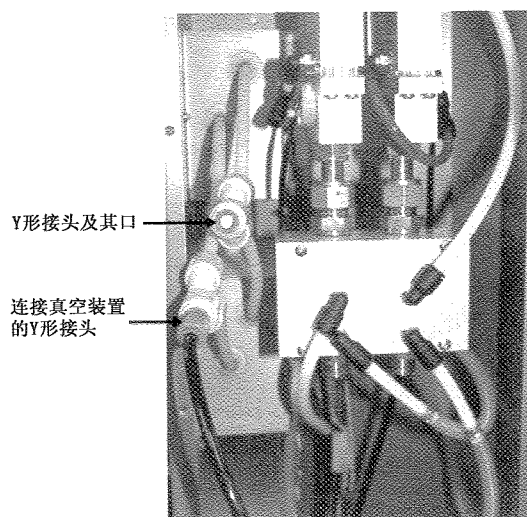

图 2-66 安装好的 Y 形接头(以 TEOM—1405DF 为例)
(7)此时会显示“连接真空装置的管道”(Connect the Vacuum Line)界面。将仪器配套的 Y 形接头顶部插口的两根管道安装到每个冷却器组件的顶部快速接口中(图 2-66);